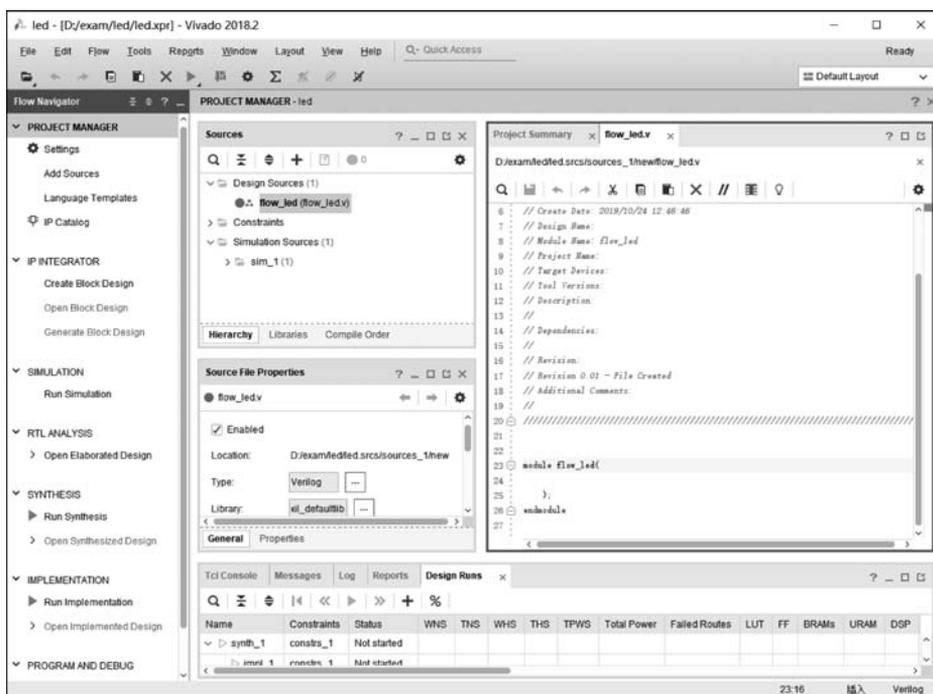

图 3.14 Verilog 代码编辑窗口
(6) 当前 Vivado 界面如图 3.14 所示, 在中间的 Sources 窗格的 Design Sources 中出现新建的设计文件 flow\_led.v, 双击打开该文件, 利用 Vivado 自带的文本编辑器 (Text Editor) 输入设计代码。本例 LED 流水灯的代码如例 3.1 所示。